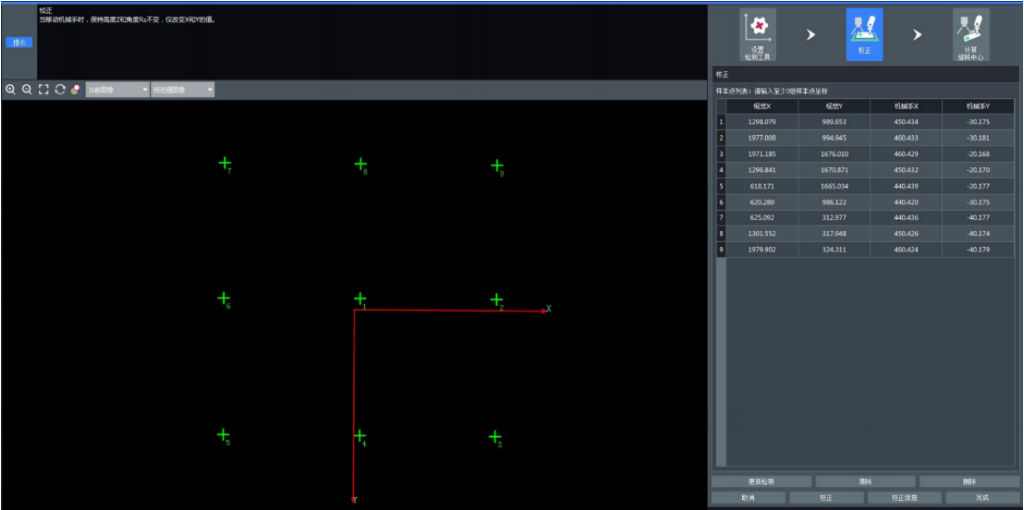

图 1-16 【校正】样本点输入界面
4. 校正。点击【校正】，进入校正界面。点击“添加检测”，样本点输入界面会自动将检测到的圆块中心像素坐标记录到“视觉 x”和“视觉 y”目录下；切换到机械手控制软件的示教界面，将当前的机械手坐标记录下来，并输入到样本点输入界面的“机械手 x”和“机械手 y”目录下；移动机械手，采集图像，再次更新记录视觉坐标和机械手坐标，直到完成 9 组数据对的记录，如图 1-16 所示。